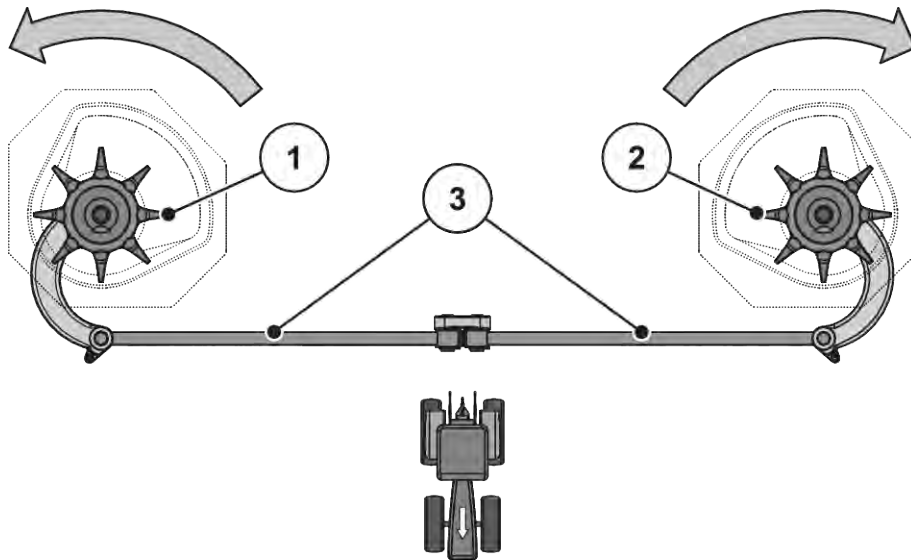

Fig. 53: Vérification de l'entraînement de l'agitateur
- Faire tourner la tête de l'agitateur à la main. **dans le sens de rotation du disque d'épandage.** Voir Fig. 53 Vérification de l'entraînement de l'agitateur.
- Tourner vigoureusement l'agitateur à la main ou à l'aide d'une sangle pour filtre à huile **dans le sens de rotation inverse du disque d'épandage.** Voir Fig. 53 Vérification de l'entraînement de l'agitateur